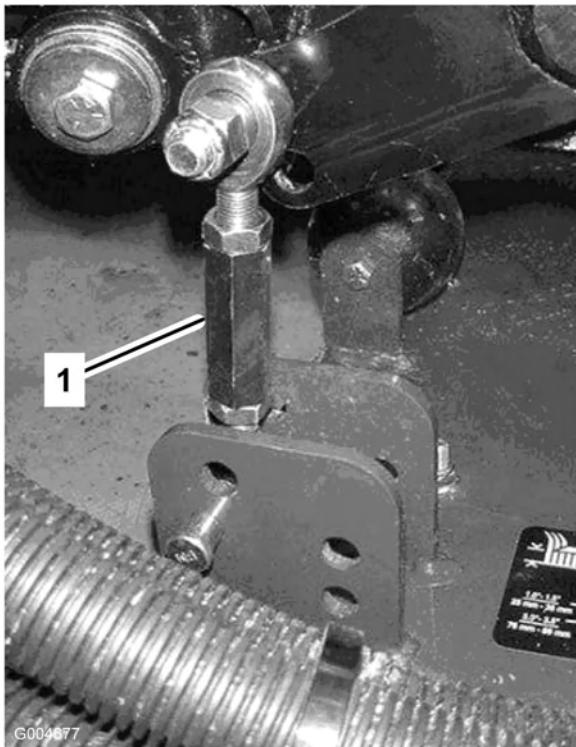
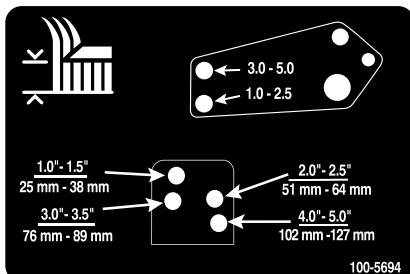

Figure 22
Figure 23
- Enlevez les goupilles fendues et les axes de chape qui fixent les biellettes d'amortisseurs aux supports du plateau de coupe (Figure 22). Alignez les trous de la biellette d'amortisseur avec ceux du support de hauteur de coupe sélectionnés dans le bâti des plateaux de coupe (Figure 23), puis insérez les axes de chape et posez les goupilles fendues.